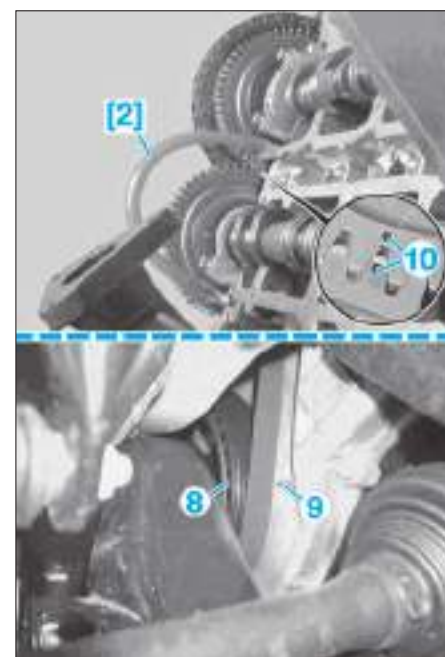

FIG. 62
- [2]. Goupille de blocage des arbres à cames (ref. 111 589 03 15 00) (Fig.62).
- Tourner le vilebrequin pour amener le cylindre n° 1 au PMH. Le repère (8) sur la poulie de vilebrequin doit correspondre avec celui du carter inférieur de distribution (9) (Fig.62).
- reposer les arbres à cames avec les repères (10) l'un en face de l'autre,
- monter l'outil de blocage d'arbres à cames [2] (Fig.62),
- reposer le pignon (13) équipé de la chaîne (12) sur l'arbre à cames d'admission,
- reposer le tendeur de chaîne (11),